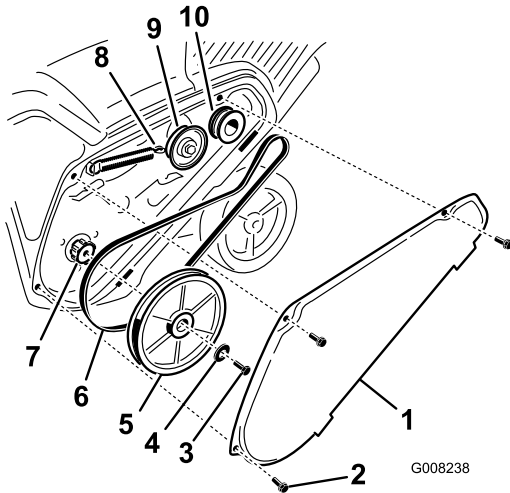

Figure 34
1. Enlevez le couvercle de la courroie d'entraînement après avoir retiré les 3 boulons comme montré à la Figure 34.
2. Débranchez le ressort de frein du bras de la poulie de tension pour détendre la courroie (Figure 34).
3. Enlevez la vis et la rondelle bombée qui retiennent la poulie de rotor (Figure 34).
4. Retirez la poulie de rotor et la courroie d'entraînement (Figure 34).
Remarque: Acheminez la courroie neuve autour de la poulie du moteur, puis de la poulie de tension, et enfin autour de la poulie de rotor desserrée, située juste au-dessus de l'arbre de rotor (Figure 34).
6. Montez la poulie de rotor sur l'arbre de rotor (Figure 34).
7. Montez la rondelle bombée et le boulon de fixation de la poulie de rotor, et serrez-les solidement (Figure 34).